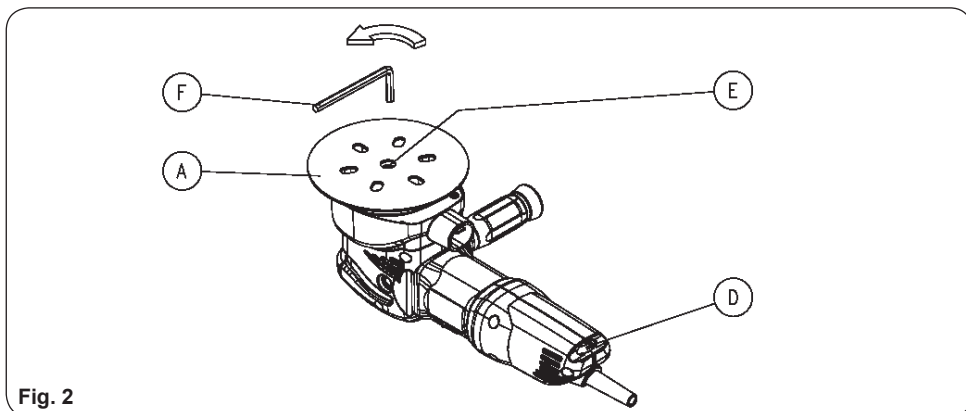

Fig. 2
La regulación electrónica de la velocidad, permite trabajar a la velocidad idónea para cada superficie y abrasivo, lo que resulta especialmente conveniente para el lijado de materiales termosensibles, que requieren velocidades de lijado reducidas. Para la regulación de la velocidad, hacer girar el botón "D" a la velocidad de trabajo que se requiera (Fig. 2).
Desprender el disco abrasivo del plato esmerilado (A) (Fig. 2), y quitar el tornillo "E" mediante la llave ALLEN e/c: 6 mm suministrada con el equipo.